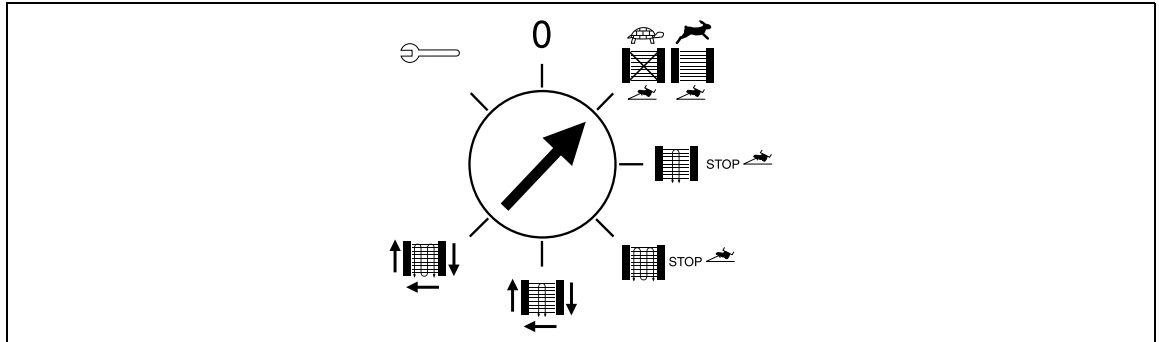

Abb. 7-15 Stellung Programmwahlschalter
- Der Programmwahlschalter befindet sich in Stellung „Arbeitsmodus“ (Abb. 7-15).